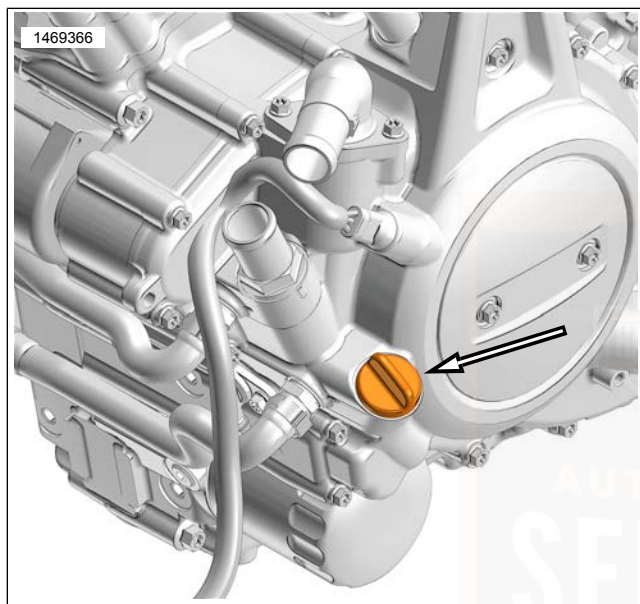

Abbildung 51. Motoröl-Einfüllverschlussstopfen/Ölmessstab
- a. Siehe Abbildung 51. Einfüllverschlussstopfen/Ölmesstab entfernen.